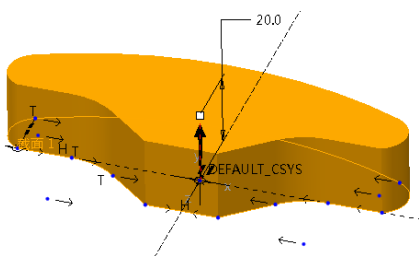

图 3-54 创建拉伸特征
- 退出草绘环境后，再创建出拉伸深度为 20 的实体特征，如图 3-54 所示。